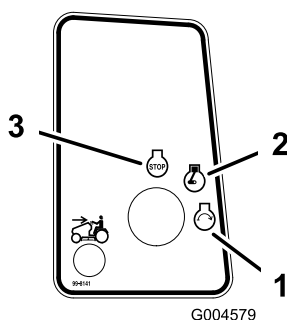

Bild 14
- Drehen Sie den Zündschlüssel nach rechts und halten ihn auf Start (Bild 14). Lassen Sie den Schlüssel los, wenn der Motor anspringt.
- Drehen Sie den Zündschlüssel auf „Aus“ (Bild 14).